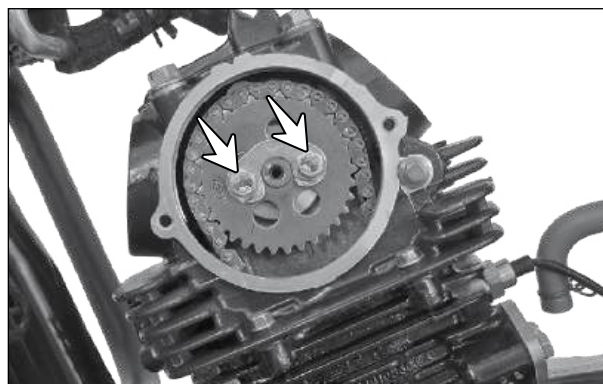

Fig. 3.43
- Remova os parafusos M6x12 (setas) de fixação da engrenagem da árvore do comando. (Fig. 3.43)